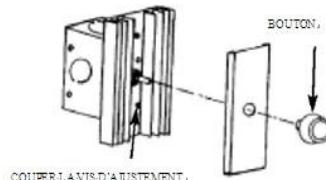

Figure 4--AJUSTEMENT À BASSE VITESSE.
2. Ajustez le réglage de coupure à travers l'ouverture d'accès à l'avant du contrôle (Voir Figure 4) à l'aide d'un petit tournevis à pointe plate.